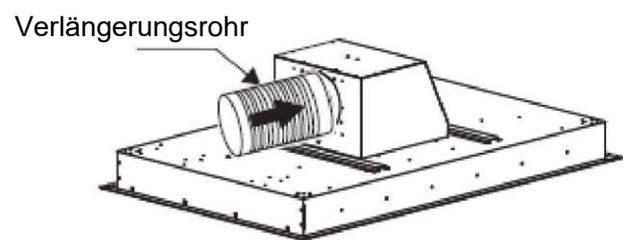

Abb. 9
- d. Bringen Sie den Zierstreifen und den Filter in umgekehrter Reihenfolge der oben genannten Schritte a/b an. Installieren Sie in der Zwischenzeit das Verlängerungsrohr am Auslass. Siehe Abb. 9.